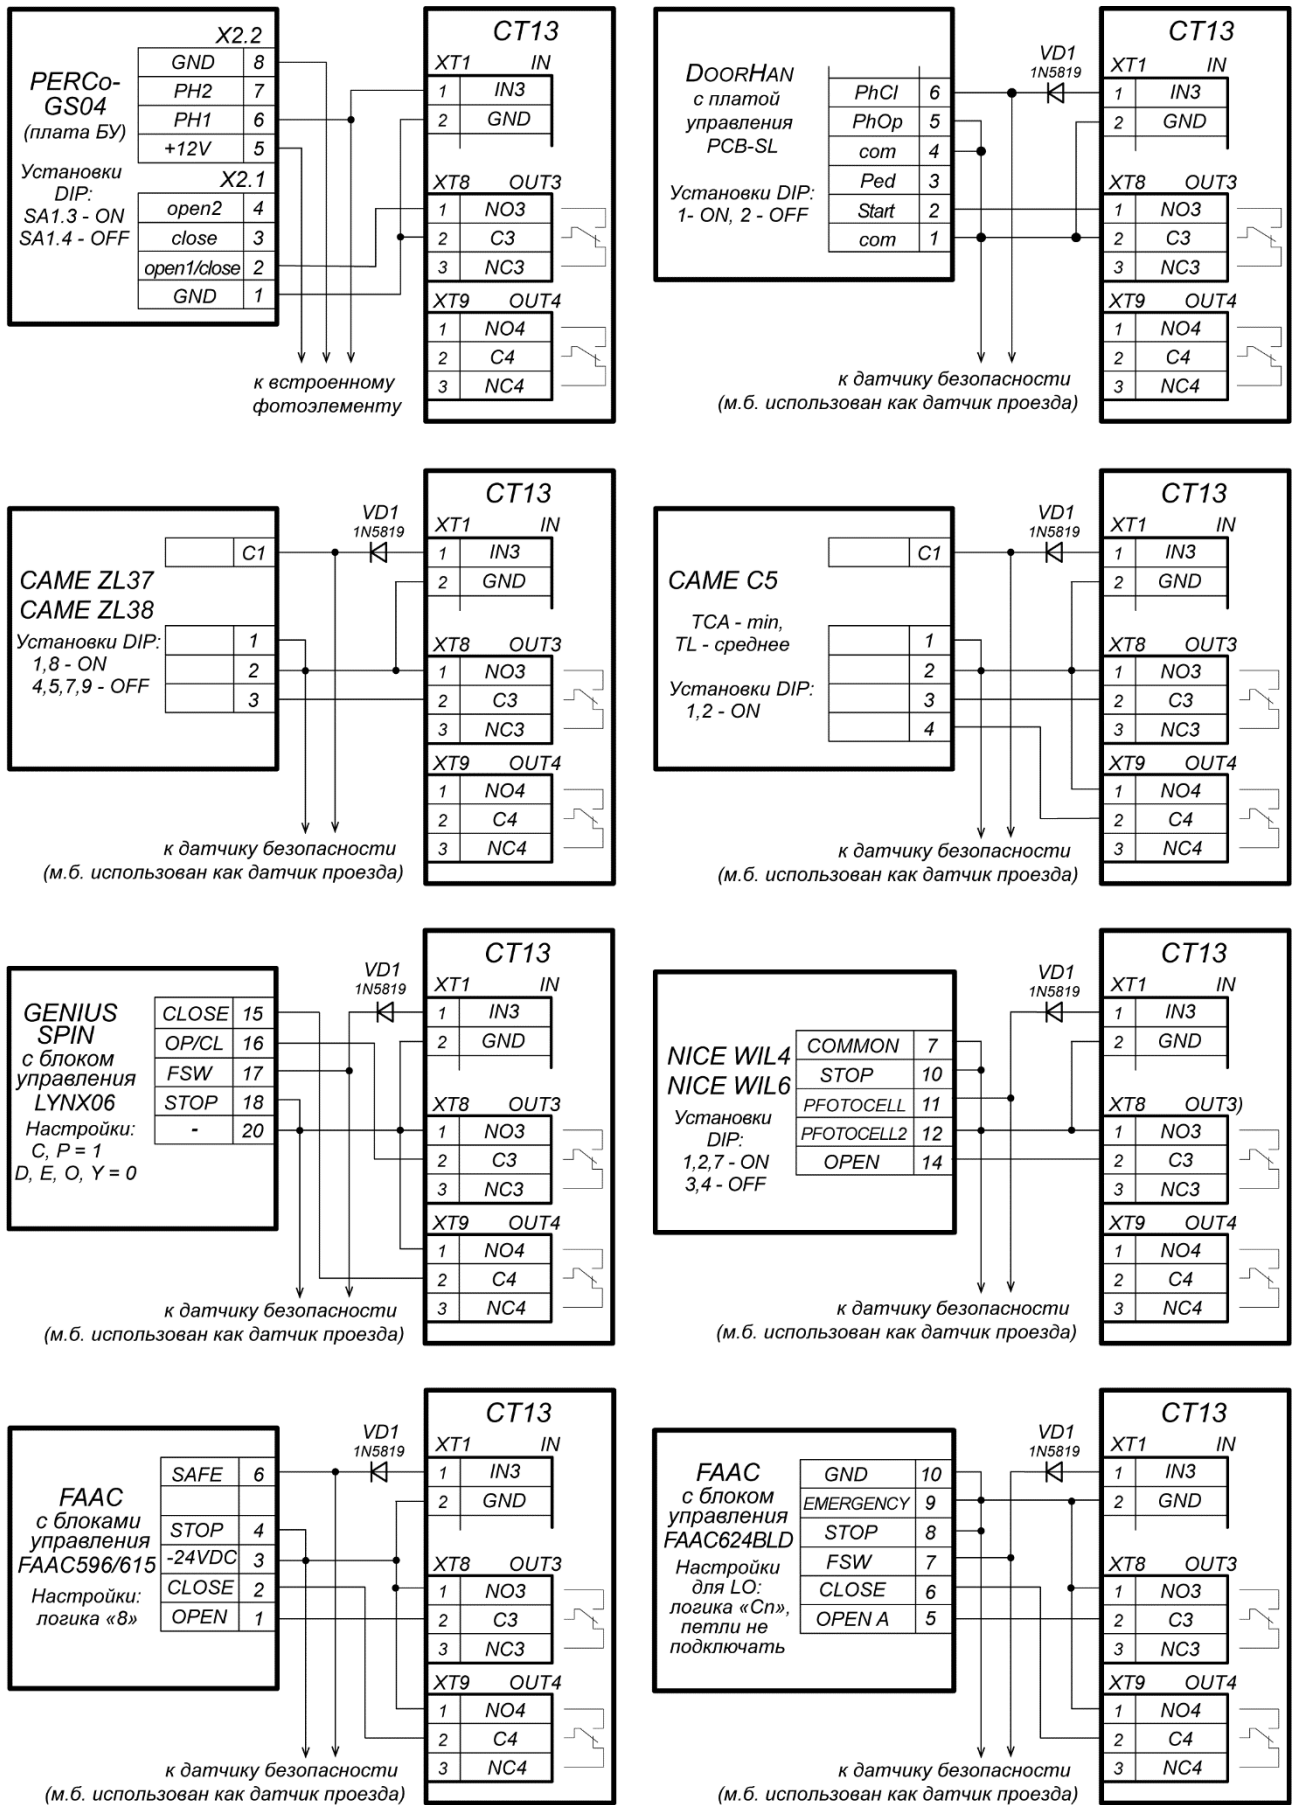

Рисунок 20. Примеры схем подключения шлагбаумов к контроллеру АТП
3. Датчик проезда подключается к клеммной колодке **XT1** нижней платы контроллера согласно схеме, представленной на рис. 20. Для подключения используйте тип кабеля №4 (см. табл. 5). При подключении нескольких датчиков их выходы включаются последовательно.